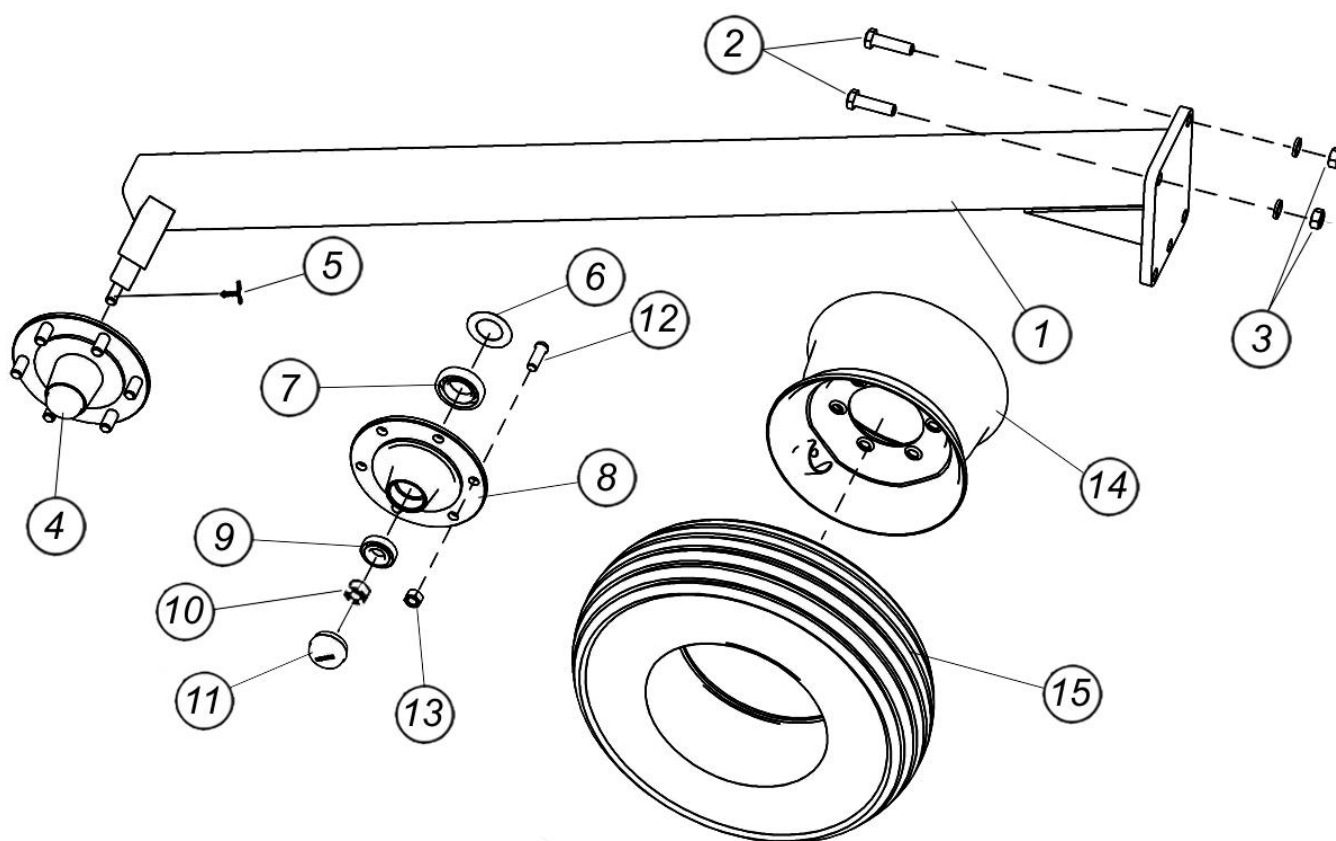

Рис.7.1.9. Консоль задняя
7.1.9. Консоль задняя (рис.7.1.9)